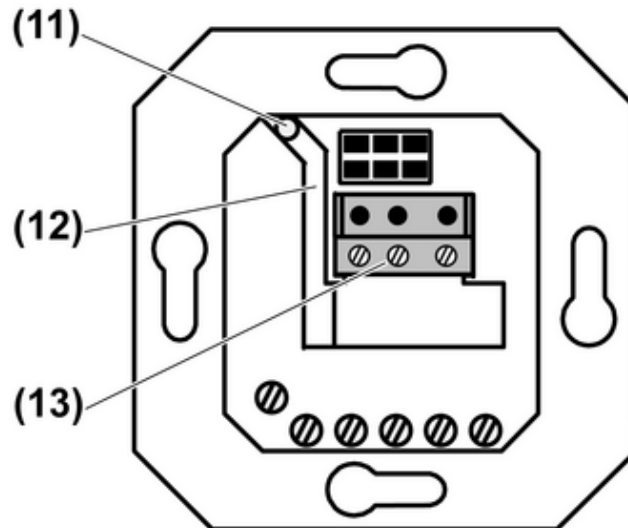
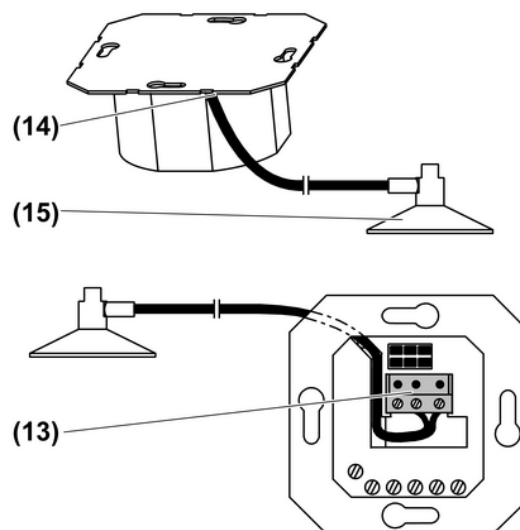
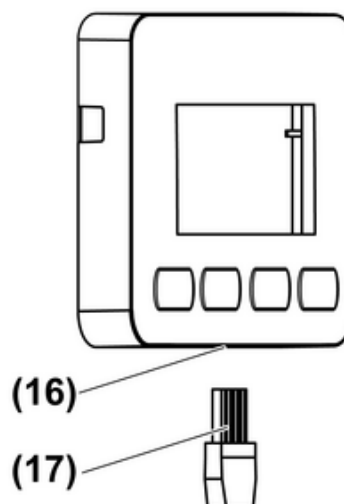

Figure 8: Pose encastrée du câble de capteur
Figure 9: Pose en saillie du câble de capteur
Figure 11: Capteur solaire sur la garniture
- En cas de garniture de store avec évaluation du capteur, installer le câble de capteur conformément à (figure 8) ou (figure 9) (installation du câble de capteur).
Le câble de capteur peut être installé de trois manières différentes. Pose encastrée (figure 8), pose en saillie (figure 9) et, avec les garnitures correspondantes, branchement du câble de capteur sur la garniture (figure 11).
- Insérer le câble par l'alésage (11) du mécanisme et le guider à travers le caniveau (12) jusqu'au répartiteur (13) (figure 8).
- Couper la fiche pour la pose en saillie du capteur interne (15).
- Guider le câble de capteur derrière la plaque d'appui (14) à travers le caniveau jusqu'à la borne de raccordement (13) (figure 9).
- Insérer la fiche (17) dans la douille du mécanisme (16) (figure 11).